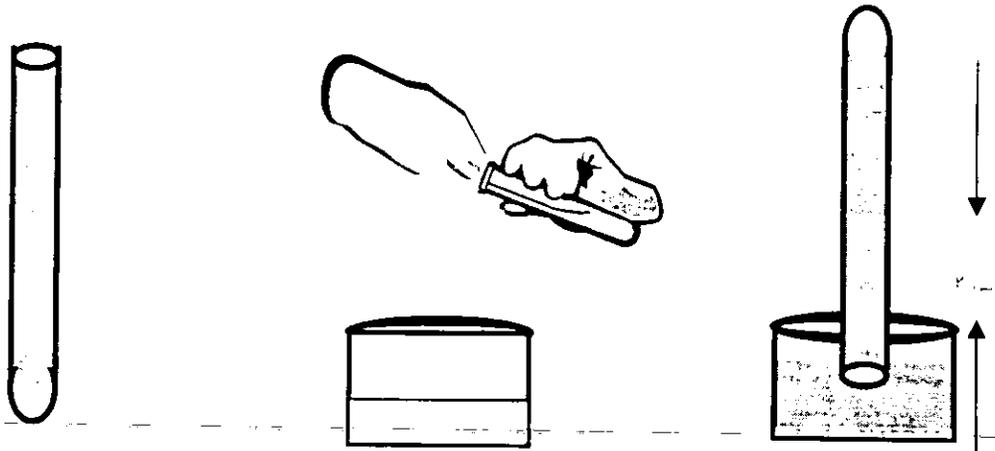

FIGURA 2.1
4. Con los guantes de látex puestos, tapar con un dedo el extremo del tubo abierto a la atmósfera. Invertir e introducir este en el recipiente con mercurio. Cuando el tubo este dentro del recipiente, retirar el dedo, de esta manera se evitará la entrada de aire. (Ver la figura 2.1)